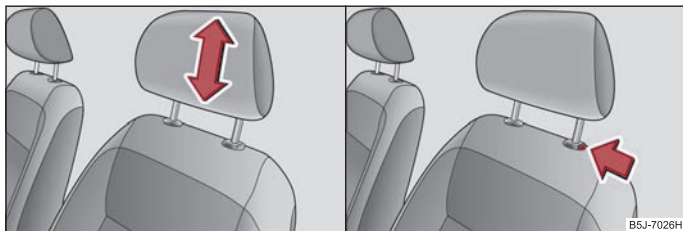

Fig. 51 Tetierele: Reglare / Extragere
- Cuprindeți tetiera cu ambele mâini de părțile laterale și împingeți-o în sensul tijelor de ghidare din metal, în sensul indicat de săgeata ⇒ fig. 51 în partea dreaptă, în sus sau în jos.
- Dacă doriți să împingeți tetiera în jos, trebuie să apăsați tasta de siguranță ⇒ fig. 51 în dreapta și cu cealaltă mână să apăsați tetiera în jos.
- Apăsați tasta de siguranță în sensul săgeții ⇒ fig. 51 și scoateți tetiera.